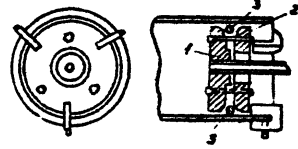

Рис.2
Трубоукладчики Т7, Т8 устанавливают заглушки в трубопроводе (заглушки состоят из двух металлических дисков 1,2), между которыми помещается резиновое кольцо (3). При ввинчивании дисков резиновое кольцо прижимается к внутренней поверхности труб и создает нужную герметичность. Рис. 2.